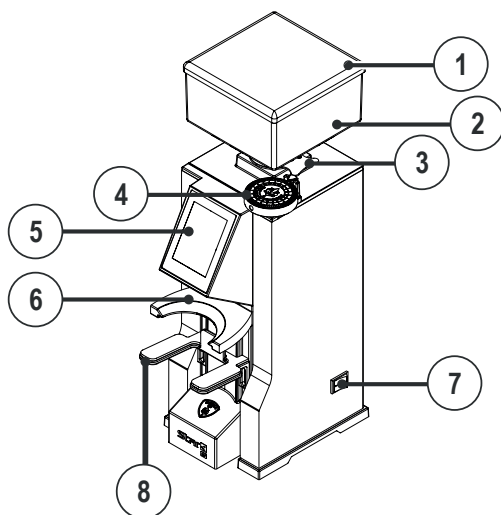
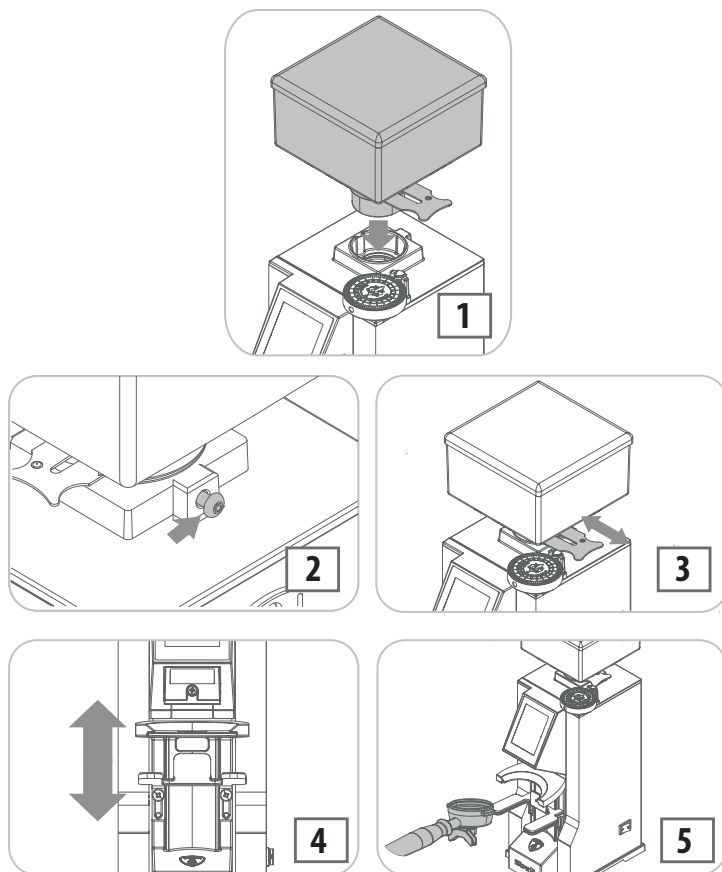

Fig. 5.1 - 设备说明
Fig. 7.1 - 试运转
有关设备部件，请参见 Fig. 5.1。
- 将咖啡豆容器装入其底座（1 - Fig. 7.1），调整位置使孔与背部的螺钉（2 - Fig. 7.1）对齐。
- 推动卡舌以阻止咖啡豆通过（3 - Fig. 7.1）。
- 松开螺钉（4 - Fig. 7.1），以调节过滤筛搅拌叉的高度。搅拌叉调至所需高度后，重新拧紧螺钉。
- 将开关拨到开启位置（7 - Fig. 5.1）。
- 将过滤器支架篮放置在搅拌叉上（5 - 图 7.1），确保搅拌叉正对分配喷嘴下方（6 - 图 5.1）。